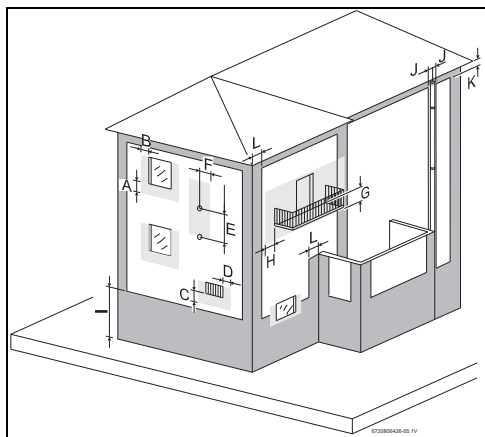

Fig. 11 Distanze minime
- Rispettare le misure minime di installazione riportate nella Fig. 11.
- Garantire la buona accessibilità per i lavori di manutenzione, rispettando le distanze minime indicate nella Fig. 11.